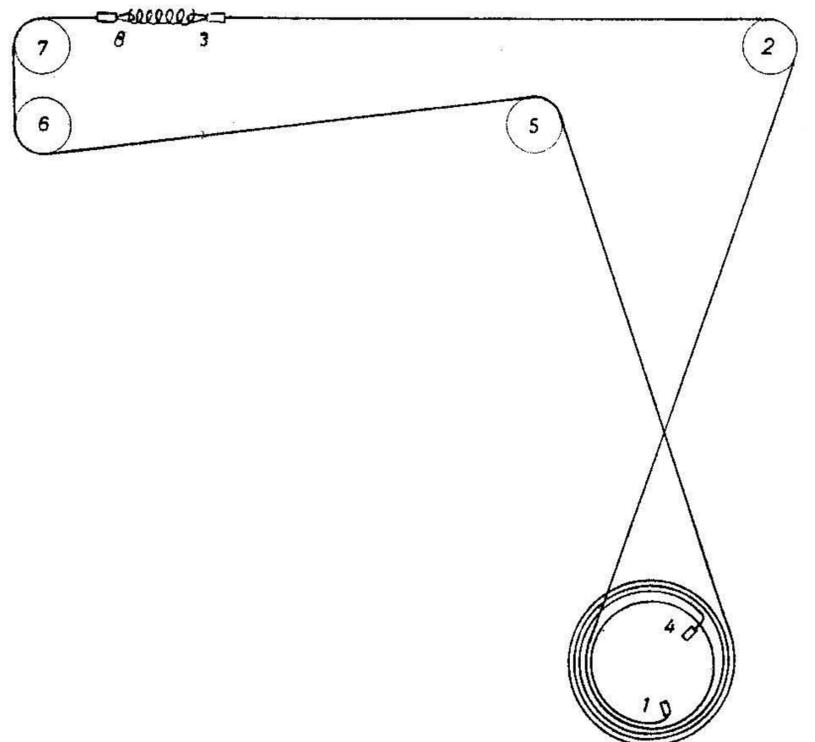

Fig. 6
Fig. 6. La surliure du brin court de câble est placée dans la grande fente (1) puis le câble enroulé de $1\frac{1}{2}$ tours vers l'arrière dans le sens des aiguilles d'une montre. Le câble est conduit ensuite autour de la poulie tout en haut à droite (2), puis fixé provisoirement à gauche de l'appareil par l'intermédiaire du ressort de tension (3). La surliure du brin long du câble est glissée dans la petite fente (4), puis enroulée de 3 tours en sens inverse des aiguilles d'une montre vers l'arrière autour du grand tambour d'entraînement. Le câble est passé ensuite sur la poulie médiane (5), sous la poulie gauche en bas (6), dessus la poulie gauche en haut (7) et accroché au ressort de tension.